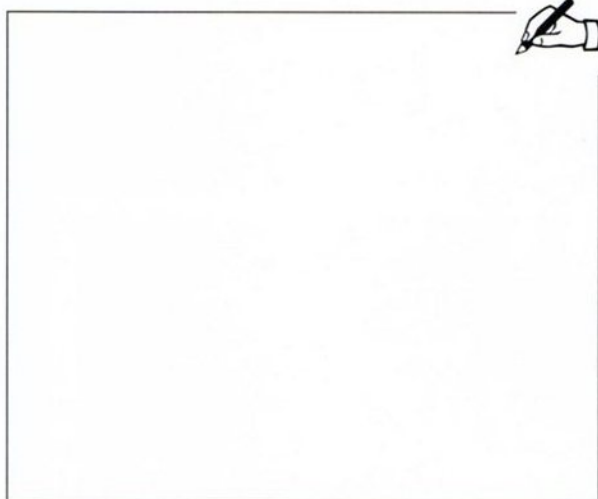

Abb. 1
1) Baut Modell 1 (S. 5) auf dem Konstruktionsblatt für einen Stuhl. Dies ist ein Modell eines Rahmens für einen Stuhl, der dem gleich, den ihr in Abbildung 1 sehen könnt.